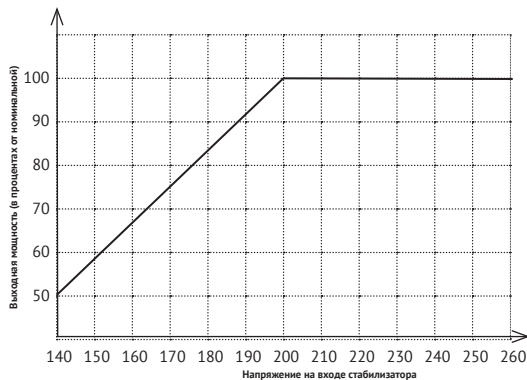

рис. 5
\* Расчёт мощности произведён для работы стабилизатора при входном напряжении более 200 В. Если напряжение ниже 200 В, необходимо учитывать поправку согласно рис.5.
3.3.4 При выборе стабилизатора необходимо учитывать зависимость его мощности от величины входного напряжения. При снижении входного напряжения ниже 190 В, мощность стабилизатора уменьшается, как показано на рис.5.